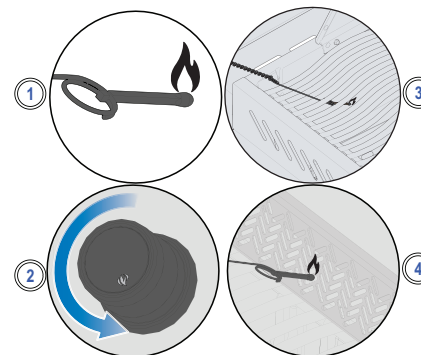

Fig. 4
3. Ruotare nel contempo la manopola del bruciatore corrispondente verso l'alto. (Fig. 4)